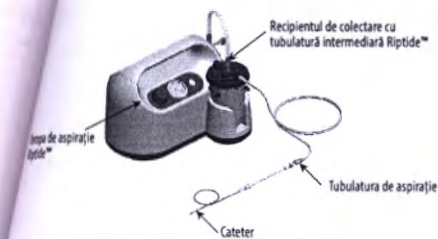

Figura 1: Diagrama de configurare a sistemului de aspirație Riptide™
1. Consultați **Figura 1** (de mai sus) pentru amplasarea corectă a dispozitivelor pentru configurarea corespunzătoare a sistemului de aspirație Riptide™.